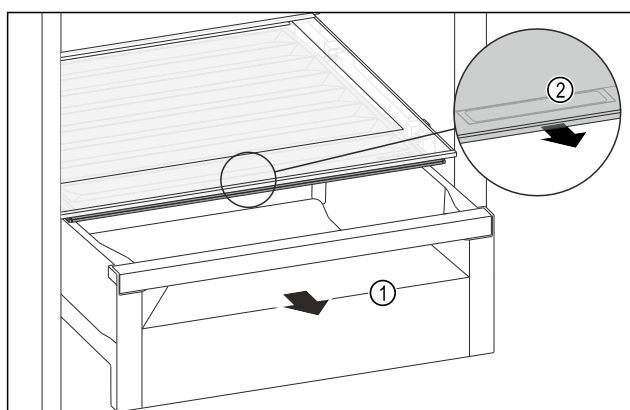

Fig. 116
- ▶ Húzza ki a fiókot Fig. 116 (1).
- ▶ Fogja meg a sülyesztett fogantyút Fig. 116 (2) a rekeszfedélen, és ezzel egy időben húzza előre felé a rekeszfedélet.